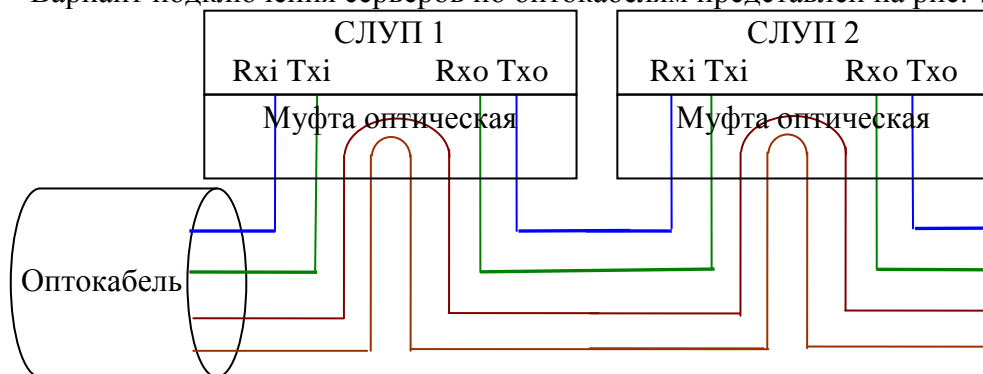

Рисунок 7.7 Последовательное подключение, 2 оптоволокна кабеля в резерв.
- Количество используемых жил (оптоволокон) в оптокабеле должно выбираться, исходя от необходимости резервирования линий связи (как минимум двойной запас). Вариант подключения серверов по оптокабелям представлен на рис. 7.7.